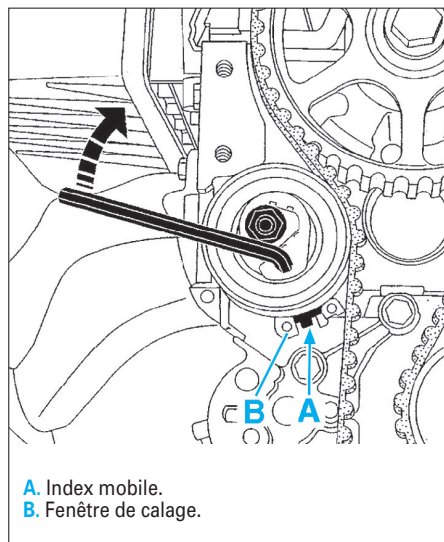

Fig. 9
- Desserrer d'un tour maximum l'écrou du galet tendeur tout en le maintenant à l'aide d'une clé six pans de 6 mm, puis ramener progressivement l'index mobile de la position (A) à la position au milieu de la fenêtre de calage (B) (Fig.9).